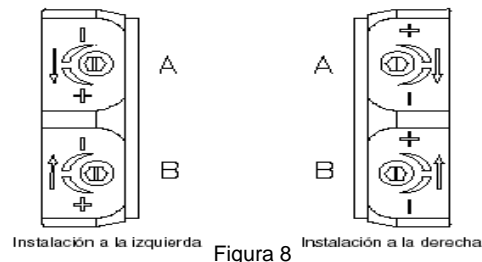

Figura 8
- La figura 8, muestra que, independientemente del tipo de instalación (derecha o izquierda), el tornillo "A" regula la bajada y el tornillo "B" la subida.
- Efectuar la bajada de la persiana (o toldo) presionando (PU).